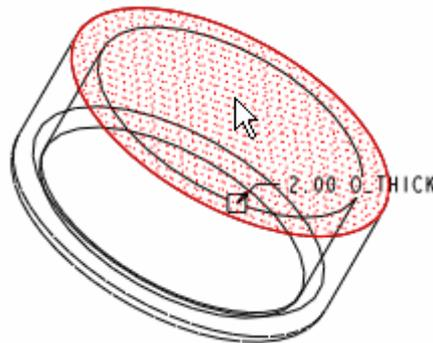

图 35-7
(1) 单击特征工具栏中的 ，打开壳特征操控板。
(2) 设定抽壳厚度为 2，选择图 35-7 中光标指示的端面为移出曲面。